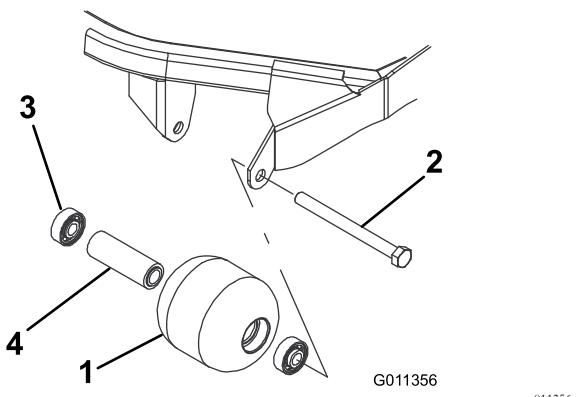

図 71
1. ローラ取り付けボルトを外す図71。
4. ローラハウジング、ベアリング、ベアリングスペーサに破損がないか点検する図71。破損している部品を交換し、組み立てを行う。
- 第一のベアリングをローラハウジングに押し込む図71。アウターレースのみを押すか、インナーレースとアウターレースを均等に押すかする。
- スペーサを入れる図71。
- 第二のベアリングをローラハウジングに入れる図71このときは、インナーレースがスペーザに接触するまで、インナーレースとアウターレースを均等に押す。